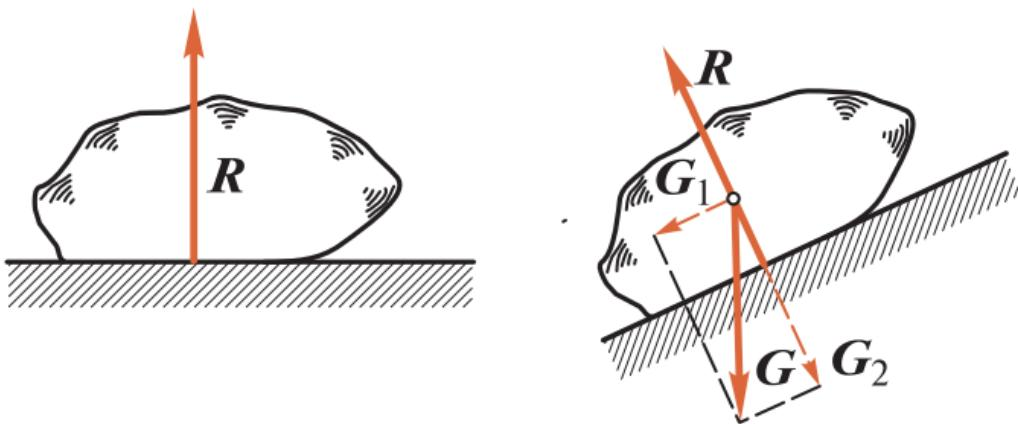

Рис. 1.6
1. **Идеально гладкая плоскость** (рис. 1.6). В этом случае реакция R направлена перпендикулярно опорной плоскости в сторону тела, так как такая связь не дает телу перемещаться только в сторону опорной плоскости, т. е. перпендикулярно ей.